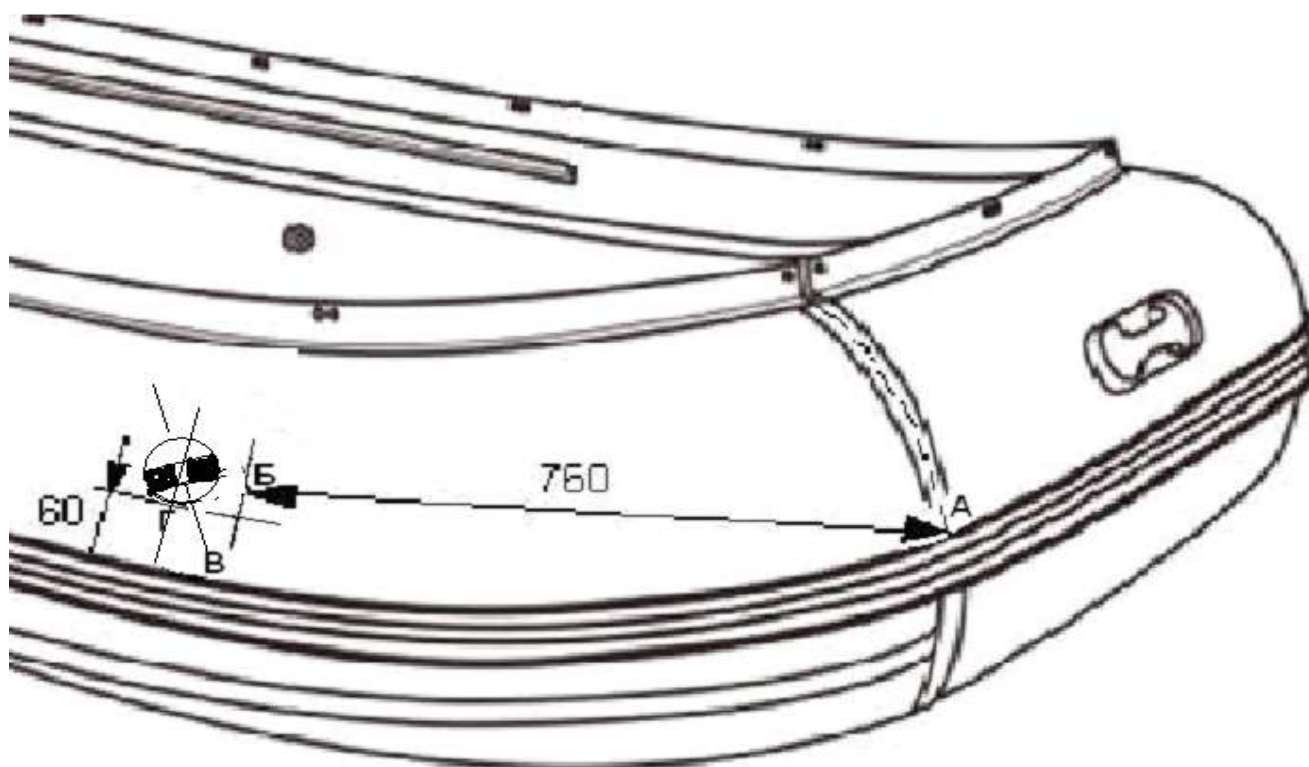

Рис.1
1. Отметьте на лодке положение **рыма** под тент следующим образом (см. Рис.1):